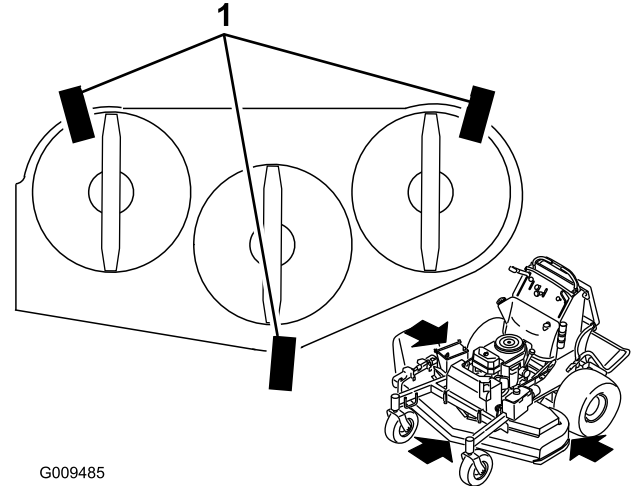

Figure 80
1. Placez 3 cales de 2x4 sous le tablier de coupe comme illustré à la Figure 80. Disposez les cales de 2x4 à 10 cm (4") d'intervalle.